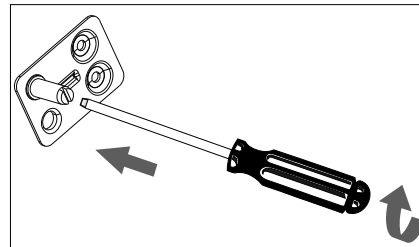

Fig. 7
- ▶ Anbring hængselstappen i modsatte boring (fig. 7), og spænd den med en kærnskruetrækker.